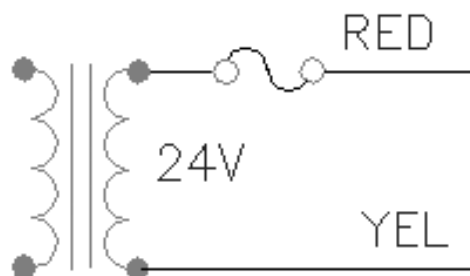

Рис. 6.4. Схема трансформатора
4. На трансформаторе отсутствуют 3 дуги. Для их вычерчивания укажите дугу 1, рис. 6.4.